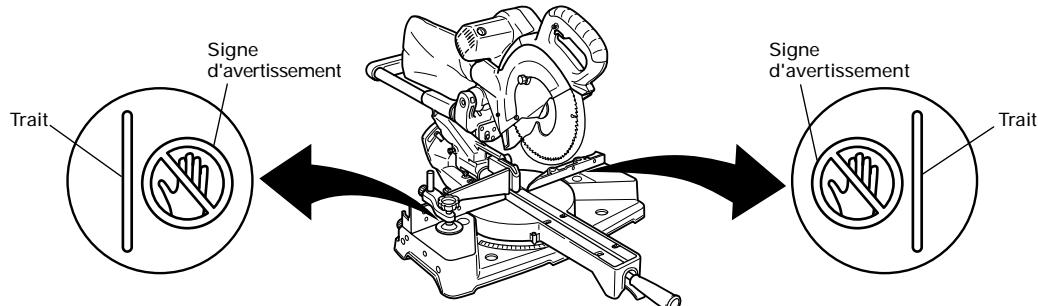

Fig. 22
- \* Ne jamais amener les membres à l'intérieur de la ligne à côté du signe d'avertissement pendant que l'outil fonctionne. Cela pourrait être dangereux (voir Fig. 22.).